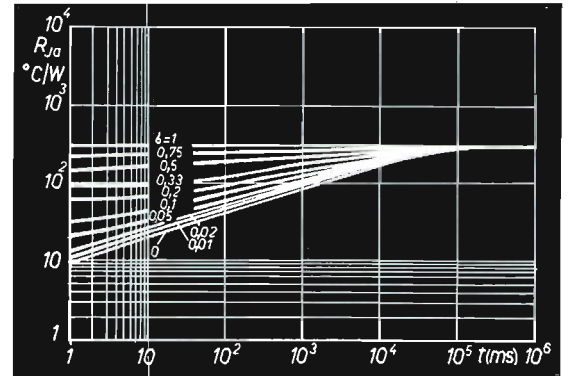

figura 11
La figura 11 riporta invece il diagramma che consente di ritoccare il valore « normale » di  $R_{ja}$ , quando il transistor venga sottoposto a forme d'onda impulsive di diverso rapporto di forma, per diverse durate di impulsi.
Nella pratica, se si è in possesso dei dati relativi al transistor in esame, sarà agevole estrarre i dati e applicarli. In mancanza potrà farsi uso del diagramma di cui alla figura 11 che, pur essendo riferito a un preciso transistor, è pur sempre indicativo del comportamento generale dei dispositivi a stato solido.
In corrispondenza del valore  $t = 40 \text{ ms}$ , sull'asse delle ascisse del diagramma di figura 11, innalziamo una verticale fino a incontrare la curva contrassegnata da  $d = 0,1$ . Quindi tracciamo una orizzontale fino all'asse delle ordinate e leggiamo  $R_{ja} = 50 \text{ } ^\circ\text{C/W}$ . Applicando l'equazione (1) si ha